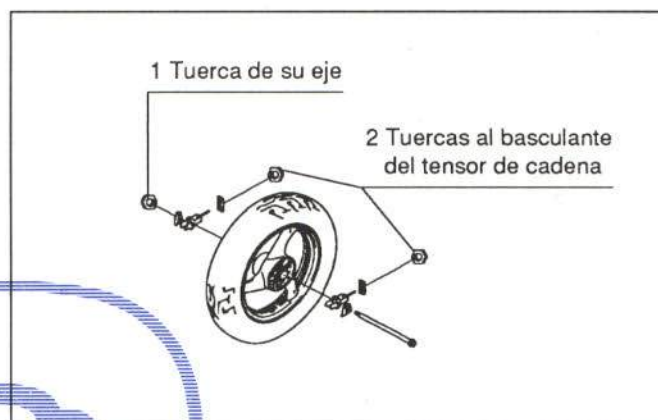

Figura 31.- Unión de la rueda trasera
Va fijada de la forma indicada en la figura 31.
- Eje y tensores de cadena (figura 31)
- Rueda trasera (figura 31)